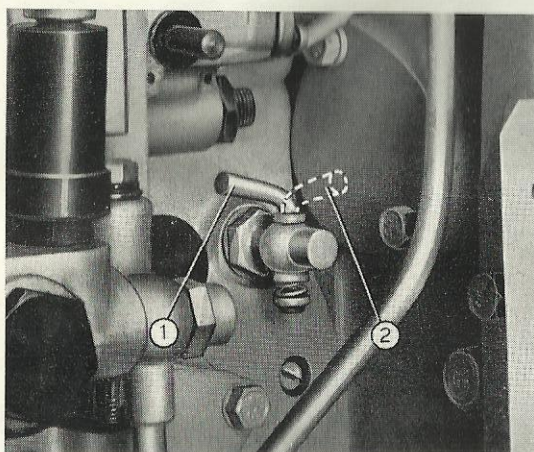

Fig. 34. - Robinet de vidange de l'eau du moteur.
- Vidanger l'eau du moteur et du radiateur par les robinets prévus (fig. 34 et 35).